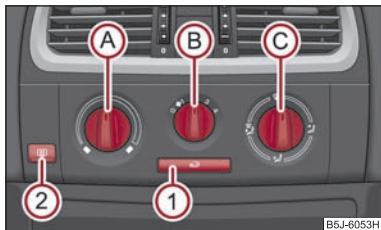

Fig. 90 Chauffage: Eléments de commande
Le régulateur de répartition d'air vous permet de régler l'arrivée d'air dans chaque diffuseur ⇒ page 82, fig. 90. Les diffuseurs d'air 3 et 4 peuvent être ouverts et fermés séparément.
- Faites tourner le régulateur rotatif (A) ⇒ fig. 90 vers la droite pour augmenter la température.
- Faites tourner le régulateur rotatif (A) vers la gauche pour abaisser la température.